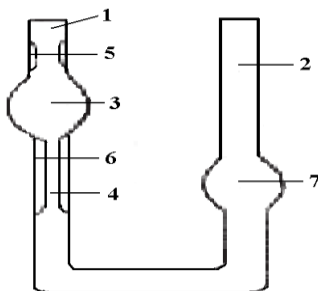

Рис. 15.2. Капілярний віскозиметр Оствальда:
Роботу виконують на віскозиметрі Оствальда (рис. 15.2). Віскозиметр має сполучені скляні трубки (1) і (2). Трубка (1) має розширення (3), що переходить у капіляр (4). Досліджувана рідина під дією власної ваги протікає через трубку (1) і капіляр (4) у трубку (2). Вище і нижче розширення (3) на трубці (1) є мітки (5) і (6). Об'єм розширеної частини трубки дорівнює 3 – 4 мл. При витіканні розчину у віскозиметрі Оствальда відбувається поступове зменшення висоти стовпа рідини Δh , що приводить до утворення змінного гідростатичного тиску. Тому у віскозиметр Оствальда наливають однакові об'єми розчинів.